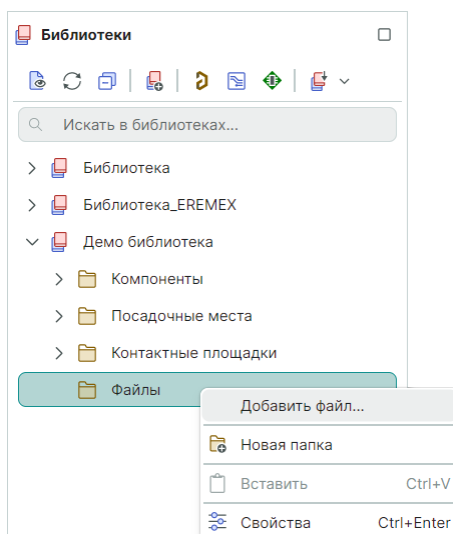

Рис. 343 Добавление файла в библиотеку
2. Из контекстного меню выберите «Добавить файл», см. Рис. 343.